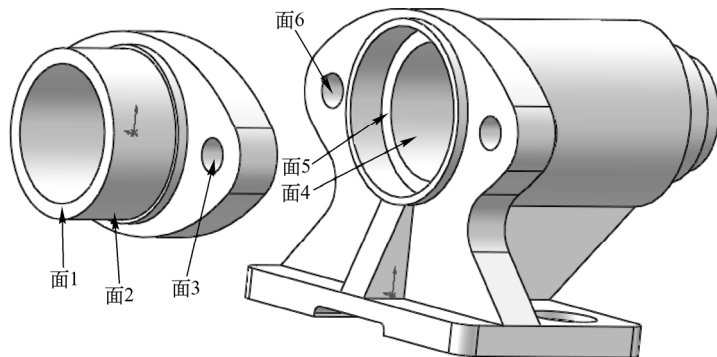

图 13-151 插入“填料压盖”到装配体
③ 插入填料压盖。选择菜单栏中的“插入”→“零部件”→“现有零件/装配体”命令，或单击“装配体”工具栏中的“插入零部件”按钮，在弹出的“打开”对话框中选择“填料压盖”，将其插入到装配界面中，如图 13-151 所示。
④ 添加装配关系。选择菜单栏中的“插入”→“配合”命令，或单击“装配体”工具栏中的“配合”按钮，系统弹出“配合”属性管理器，如图 13-152 所示。选择图 13-151 中的面 2 和面 4 为配合面，在“配合”属性管理器中单击“同轴心”按钮，添加“同轴心”关系，单击“确定”按钮。选择图 13-151 中的面 3 和面 6 为配合面，在“配合”属性管理器中单击“同轴心”按钮，添加“同轴心”关系，选择面 1 和面 5 为配合面；在“配合”属性管理器中单击“重合”按钮，添加“重合”关系，单击“确定”按钮，结果如图 13-153 所示。